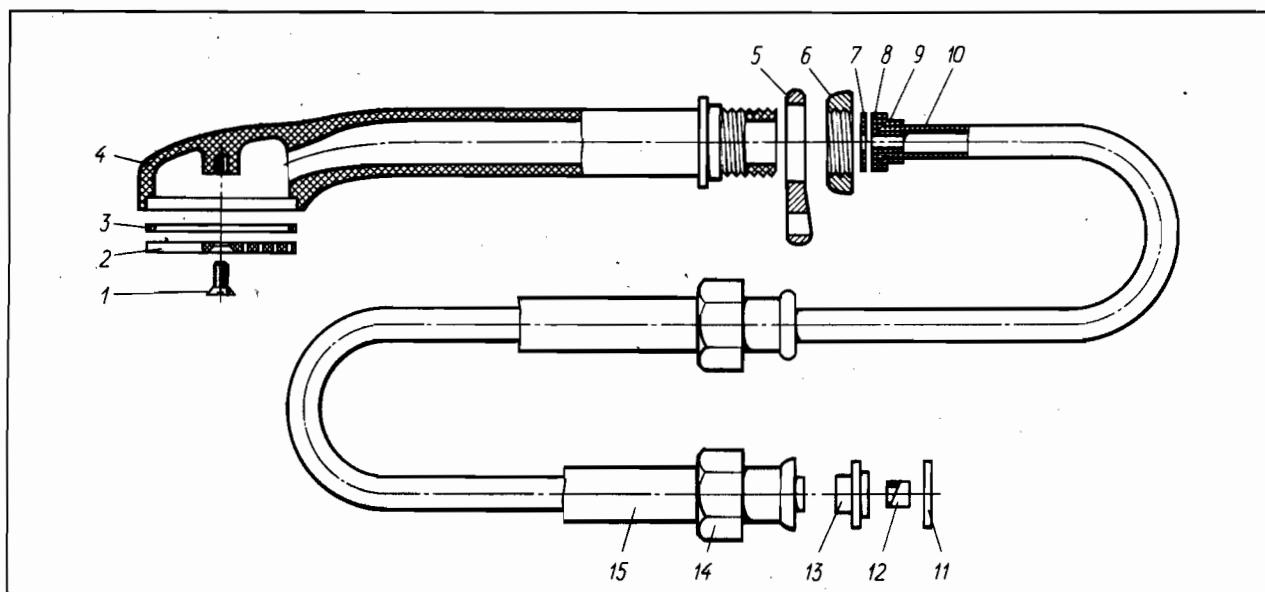

Рис. 27. Гибкий шланг с душевой сеткой смесителя См-ВУ-ШлА:
Способ устранения	Открутите накидную гайку (см. рис. 27). Отсоедините остов от гибкого шланга. Выньте прокладку. Прорежьте в ней отверстие
Закройте вентильные головки, подтяните накидную гайку. Откройте одну из вентильных головок. Если течь не прекратилась, закройте вентильную головку. Выверните полностью накидную гайку 14 (рис. 27) и сдвиньте ее по хромированной оболочке 15. Возможны две причины утечки воды.
1. Проверьте положение прокладки 11. Она должна быть расположена между торцами переходника 2 (см. рис. 26) и ступенчатой пластмассовой втулки 13 (см. рис. 27). На новом смесителе резиновая прокладка может оказаться между залитым пластмассой торцом хромированной оболочки 15 и торцом ступенчатой пластмассовой втулки 13. Поставьте вторую прокладку